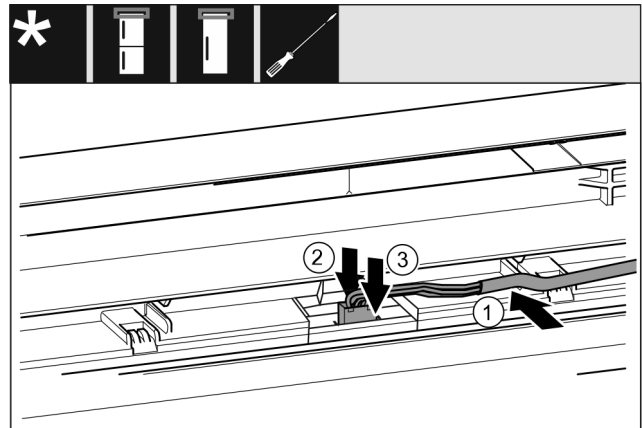

Fig. 42
- Poser le câble gris dans le guide de la porte supérieure. *Fig. 42 (1)*
- Pousser l'ergot vers l'arrière *Fig. 42 (2)*
- Insérer le connecteur. *Fig. 42 (3)*